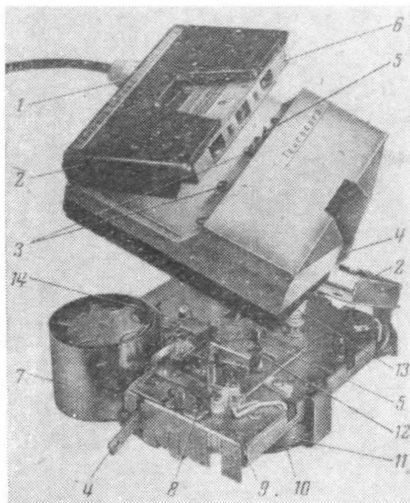

Рис. 19. Магнитофонная приставка «Турокорд». Внешний и внутренний вид.
**Конструкция приставки.** Приставка выполнена в виде плоской коробочки с подъемной верхней крышкой 2 (рис. 19). Ее корпус двухцветный, изготовлен из ударпрочного полистирола. В углублении передней стенки расположен рычаг переключателя рода работы 4. Сзади имеются гнезда: одно — двухполюсное для подключения внешнего источника питания и второе — семиполюсное 1 для соединения приставки с радиоприемником. Через это гнездо подается на-
**Лентопротяжный механизм** (рис. 19 и 20). Электродвигатель 7 при помощи пассивика 10 приводит во вращение маховик 11 с ведущим валом 5. При этом магнитная лента протягивается ведущим валом с помощью прижимного обрезиненного ролика 12. Подматывает ленту на правый сердечник кассеты шпиндель 13. Шпиндель представляет собой продолжение приемной фрикционной
При опускании крышки в специальные отверстия кассеты входят направляющие штыри 3 (рис. 19) с коническими головками. Для ведущего вала 5 в кассете также предусмотрено отверстие.